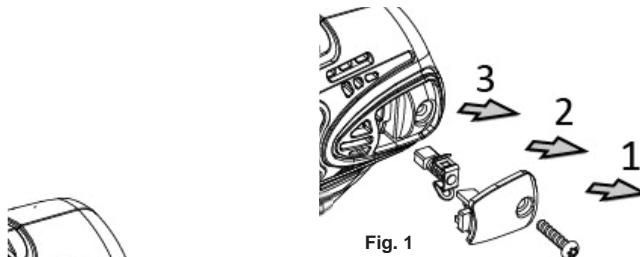

Fig. 1
- A. Använd skruvdragaren för att lossa skruven från husets bakre hölje och ta sedan ut kolborstarna från både höger och vänster sida. (Se fig. 1).